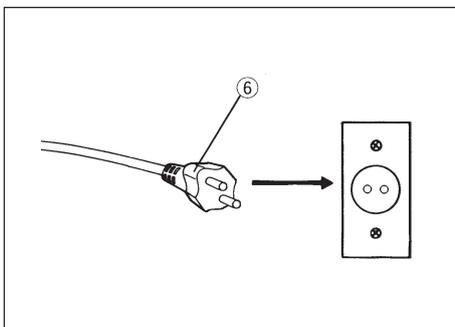

Abb. 6
4. Die andere Seite des Netzkabels ⑥ in eine Steckdose stecken. (Abb. 6)